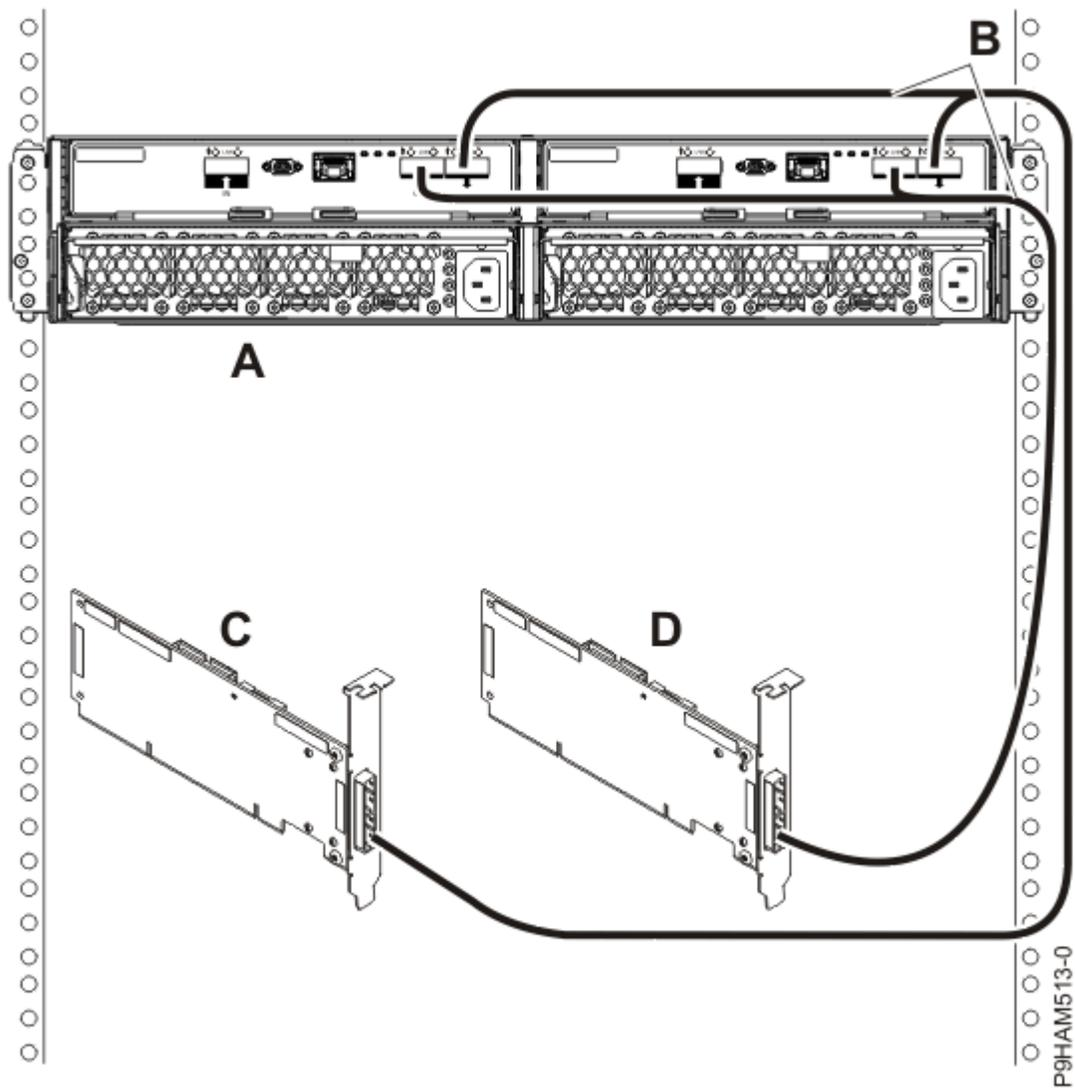

図 27. 2つの独立 SAS アダプターへの YO ケーブルを使用した、1 台の 5887 ディスク・ドライブ・エンクロージャーのモード 2 接続
18. 32 ページの図 27 に示すように、2 つの独立した SAS アダプター (C および D) への YO ケーブル (B) を使用して 1 台の 5887 ディスク・ドライブ・エンクロージャ (A) のモード 2 接続を行ってから、35 ページの『ケーブルと電源コードの接続およびカバーの取り付け』に進みます。